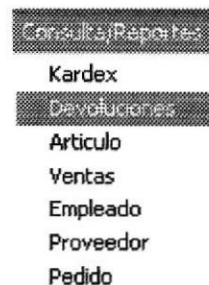

Figura 10.4. Seleccionando Devoluciones.
3. Seleccione la opción **<Devoluciones>** en el menú de Reportes / Consultas dando clic con el mouse como se muestra en la figura 10.4.